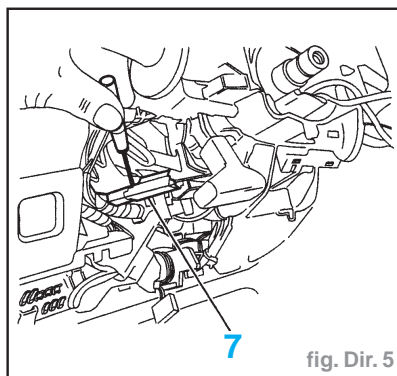

fig. Dir. 5
- A l'aide d'une lame de tournevis, dégraffer l'ensemble du connecteur orange (7) de son support en poussant dessus (fig. Dir. 5).